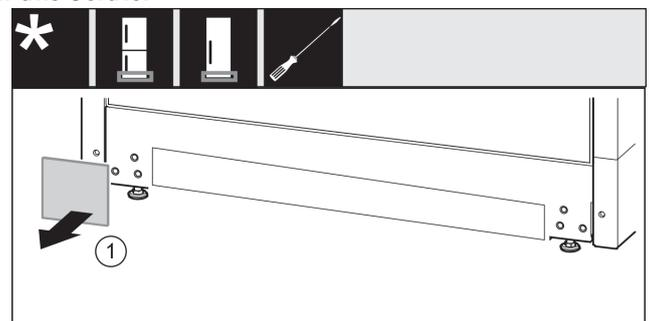

Fig. 25
- ▶ Abdeckung abnehmen. Fig. 25 (1)